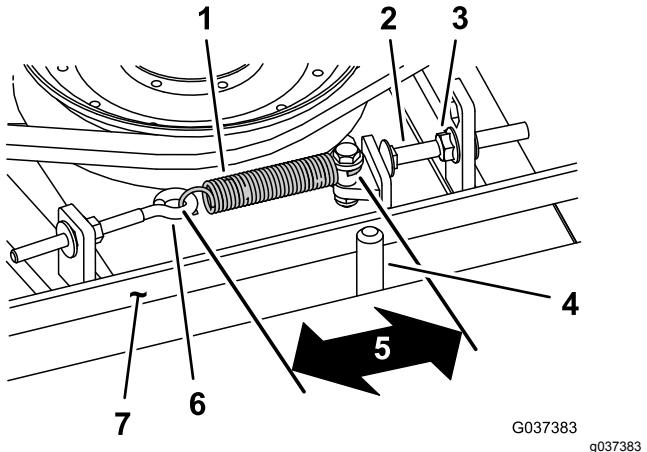

Figura 113
Quando a tensão estiver correta, a medida interior da mola de extensão (gancho a gancho) deverá ser de cerca de 8,3 cm a 9,5 cm. Logo que se obtenha a tensão correta da mola, ajuste o pino de fecho (parafuso da carroçaria) até haver uma folga aproximada de 2 a 5 mm entre a cabeça do parafuso e o braço intermédio (Figura 113).
Nota: Certifique-se de que correia está colocada no lado da mola do guia da correia (Figura 113).
2. Desaperte o parafuso com olhal (Figura 113).
3. Desaperte a porca flangeada que prende o pino de fecho à patilha de montagem e afaste a polia intermédia da correia (Figura 113).
9. Ligue a mola de extensão (Figura 113) ao parafuso de olhal e aplique a tensão na correia como se segue: